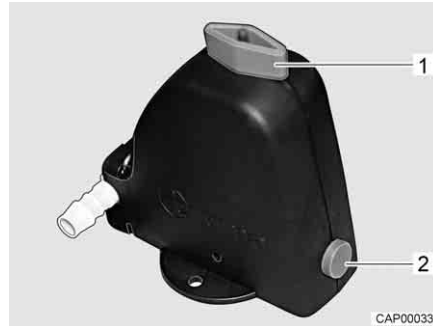

Bild 252 Sicherheits-/Ablassventil (Truma)
- Das Sicherheits-/Ablassventil (Truma) öffnen. Dazu den Drehknopf (Bild 252,1) längs zum Sicherheits-/Ablassventil drehen. Der Druckknopf (Bild 252,2) springt heraus.